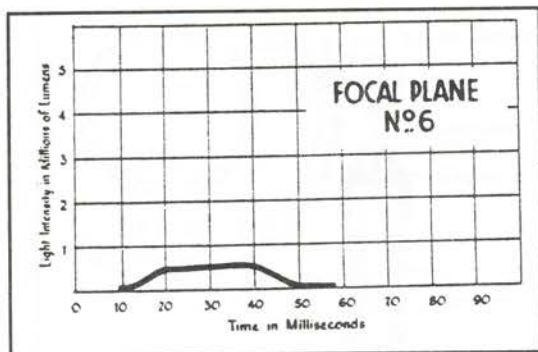

Fig. 29. Grafisk fremstilling af forbrændingsforløbet for en blitztype beregnet for spaltelukkere. Bemærk den lange brændetid.
konstant i 20 millisekunder, ca. $1/50$ sek. Det tager 20 millisekunder før kurven flader ud, altså er det nødvendigt med en fortænding hvis man ønsker at optage på kort tid. Det er klart at det kun er en lille del af det totale lysudbytte som kommer til nytte, f.eks. ved $1/200$ sek., eller 5 millisekunder, vil kun ca. $1/10$ del af filmbredden blive belyst samtidigt. Ved de fleste ældre spaltelukkerapparater går knappen for tidsindstilling ofte rundt under eksponeringen. Det var derfor nærliggende at koble synkronisatoren til denne, idet man kunne opnå en konstant forsinkelse uafhængig af hvordan man trykker på udløseren. På fig. 29 er vist en sådan udløsning for et Zeiss Miroflex (37). Noget lignende blev fremstillet til Leica i 1936. Senere blev der leveret synkronisatorer til Leica hvor hele bunddækslet blev udskiftet, idet man benyttede sig af akslen for gardinet til kontaktgivning. Her begynder man at nærme sig den indbyggede synkronisator.